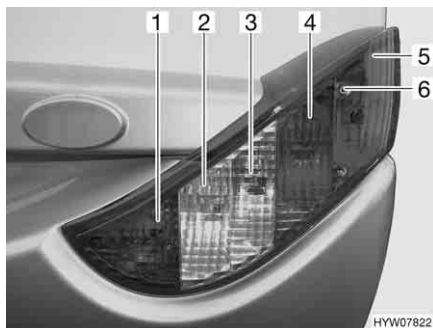

Fig. 169 Luci posteriori (lato anteriore)
- Svitare le tre viti ad esagono cavo (Fig. 169,6).